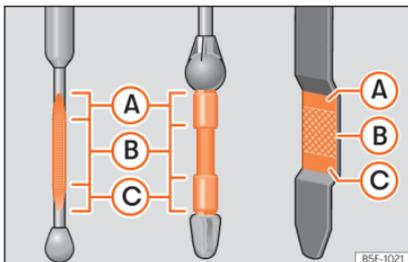

Abb. 222 Ölmesstab
- Den Messstab anschließend wieder herausziehen und den Ölstand ablesen »» Abb. 222. Füllen Sie gegebenenfalls Motoröl nach.
- Wenn der Ölstand mindestens den Bereich »» **Abb. 222 (B)** erreicht hat, vorsichtig den Deckel des Einfüllstutzens aufschrauben »» .
Liegt der Ölstand über dem Bereich »» **Abb. 222 (A)**, starten Sie den Motor bitte
Der Ölstand darf keinesfalls über dem Bereich »» **Abb. 222 (A)** stehen, andernfalls könnte Öl über die Entlüftung der Motorölwanne angesaugt werden und über die Abgasanlage in die Atmosphäre gelangen.